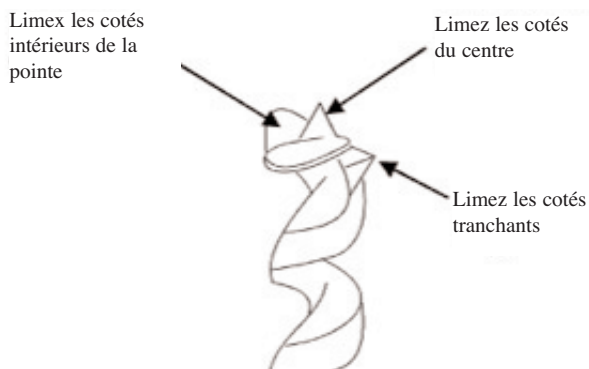

Figure 7
1. Affûtez le foret en utilisant une petite lime douce, en suivant la forme originale du foret. Limez le côté intérieur de la pointe, les côtés du point central, et le tranchant dirigé vers la cannelure du foret. Voir Figure 7.